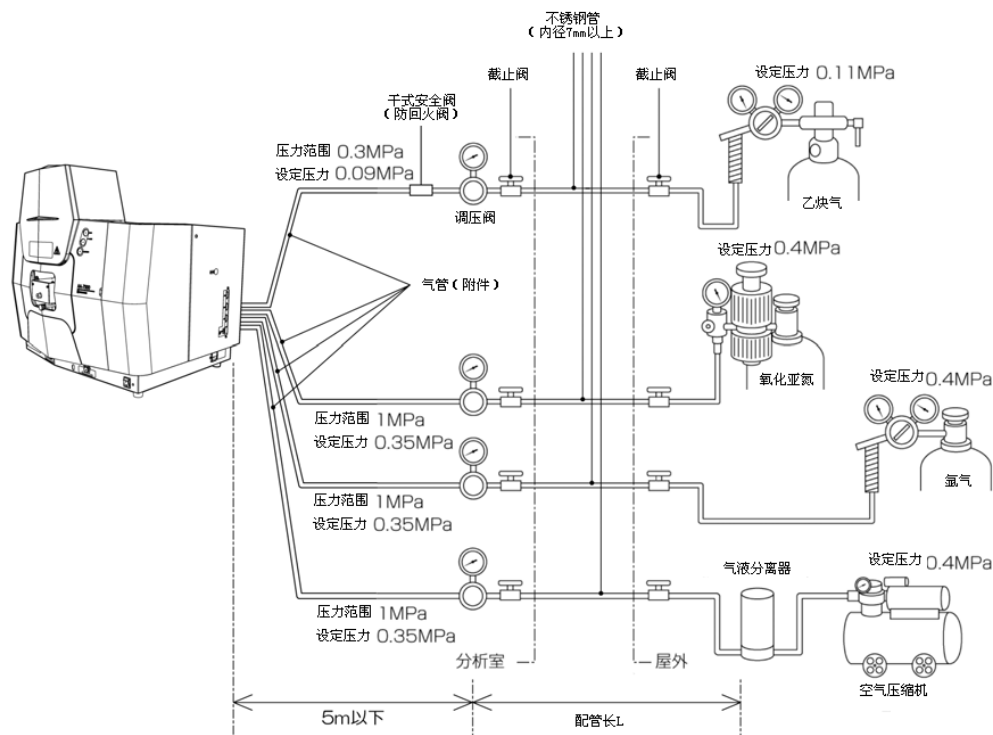

图 4 原子吸收分光光度计配管示意图
- 图 4 为气体配管图
配管内径（mm）	长度要求（图 4 中配管长度为 L）